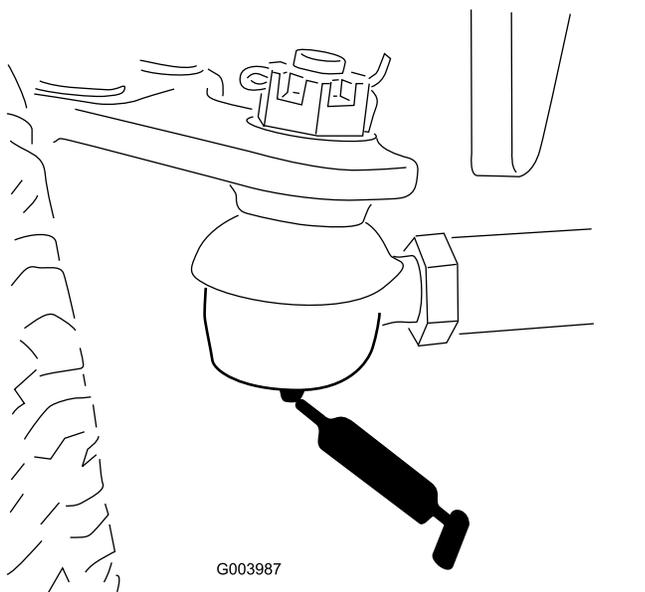

Figura 79
- Barra de ligação do eixo traseiro (2) (Figura 79)